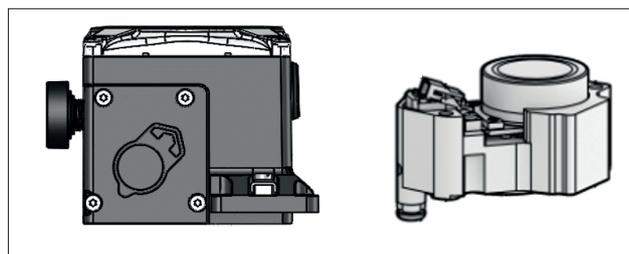

Fig. 74. NDX1510\_ localização do pré-estágio.
- sob a tampa do pré-estágio com o símbolo do pré-estágio (Fig. 74)